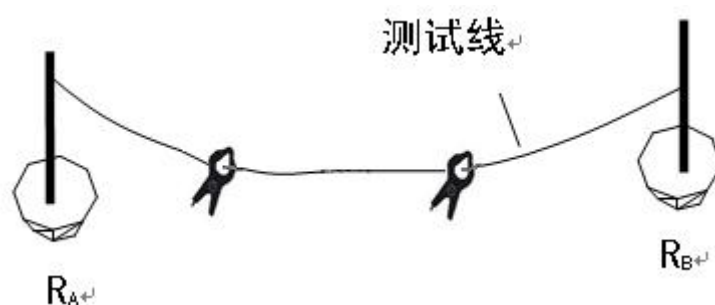

图 5 独立接地体地阻测量
1) 双钳法在测试过程中，一定要有一个有效的闭合回路。解决的办法是找一个辅助接电极，将被测接地体与接地良好的辅助地（如自来水管等）用连接线连在一起，将二个钳口钳入连接线上，（图 5 所示）：二者间距 30cm 左右，此时按“双钳”键，进行双钳法测量界面，再按“测试”键直接显示测量结果。测试独立接地体接地电阻时可根据不同的情况采用不同的测试方法。